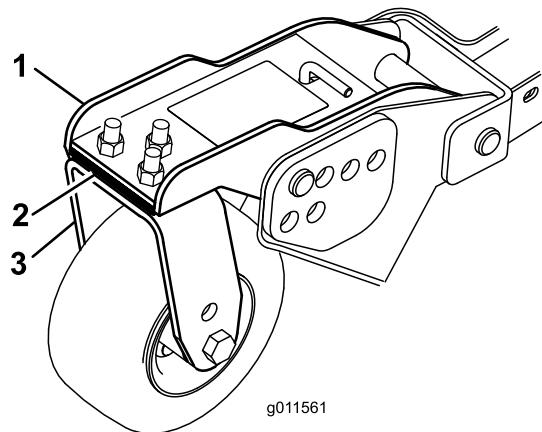

Figura 33
3. Si el borde interior de la unidad de corte lateral está demasiado alto respecto al borde exterior de la unidad de corte delantera, retire un suplemento de la parte inferior del brazo interior delantero de la rueda giratoria en la unidad de corte lateral (Figura 33).
3. Ajuste los suplementos de 3 mm de las horquillas de las ruedas giratorias delanteras hasta que la altura de corte se corresponda con la marca de la pegatina (Figura 33).